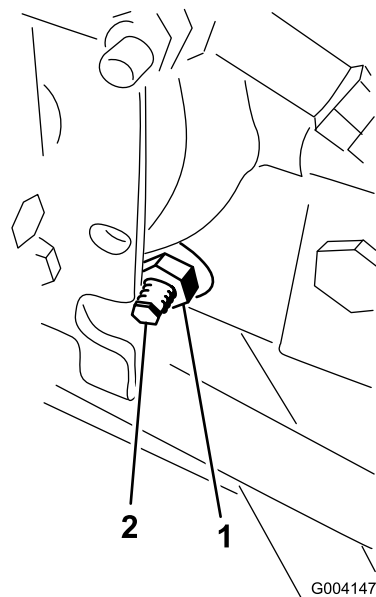

Figura 92
3. Dal lato destro dell'idrostat, allentate il dado di bloccaggio sulla camma di regolazione della trazione (Figura 92).